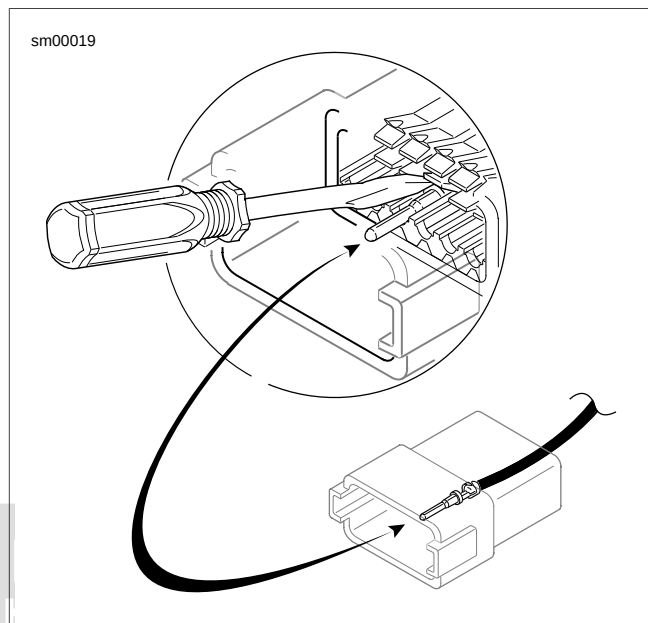

Figura A-15. Conector Deutsch: Presión del pestillo del terminal y extracción del terminal macho
2. Vea Figura A-15. Use una herramienta de punta o un destornillador pequeño para presionar los pestillos del terminal adentro del conector hembra y sacar los enchufes por los agujeros en el sello del cable trasero.